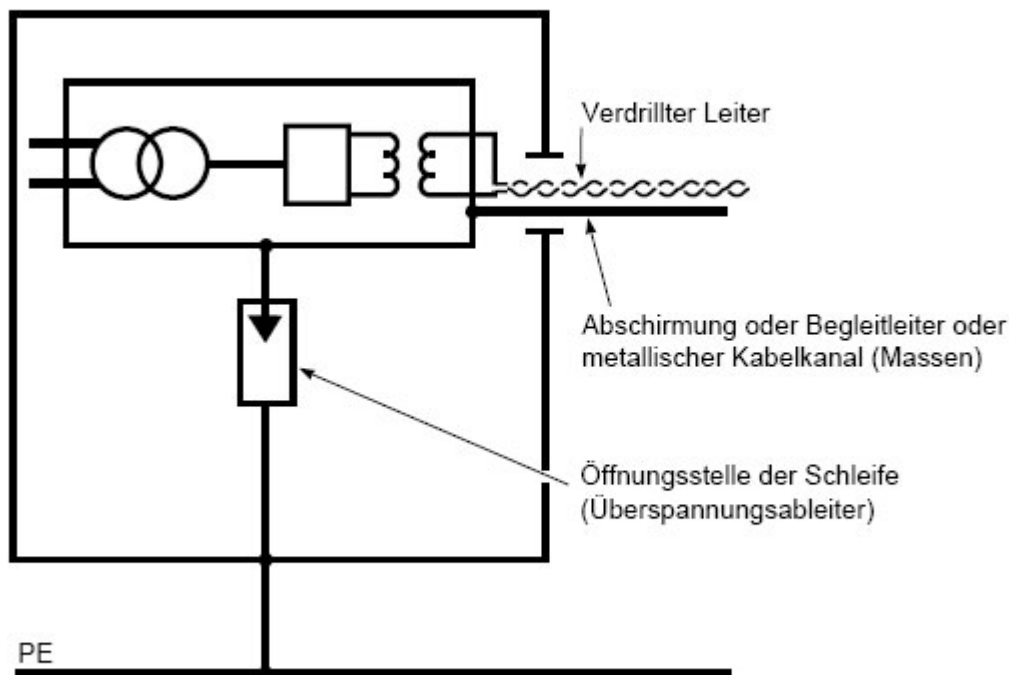

Abb. 14: Beispiel für die getroffenen Massnahmen, um HF-Störungen durch den Schleifen-effekt zu verhindern.
- 4 - In schwierigen Situationen eine Entkopplung an den beiden Enden (Eingang und Ausgang) der digitalen Verbindung mit Hilfe von Optokopplern oder Impulsübertragern vorsehen und die Abschirmung der digitalen Verbindung mit der Elektronik-Masse verbinden (siehe Abb. 14). Es darf nicht vergessen werden, dass vermieden werden muss, das Massennetz mit dem Schutzleiter PE zu verbinden, wenn die Isolationsfehlerströme sehr hoch sind (siehe Abb. 10) (Kopplung durch gemeinsame Impedanz bei 50 Hz).